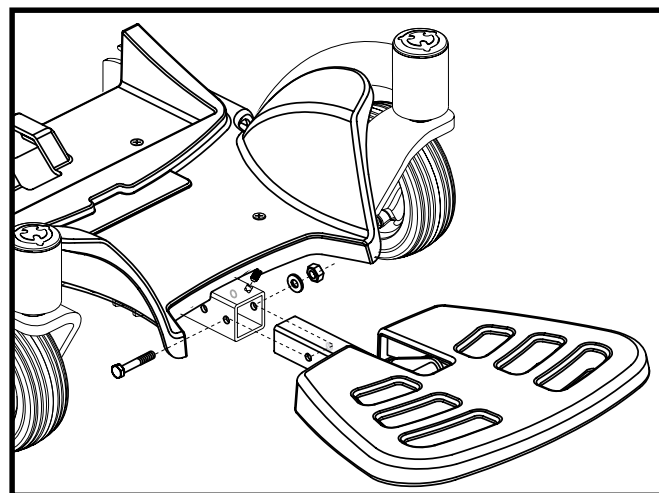

Figura 19. Profondità del pianale poggipiedi
1. Rimuovere gli accessori dalla staffa del pianale poggipiedi. Vedere figura 19.